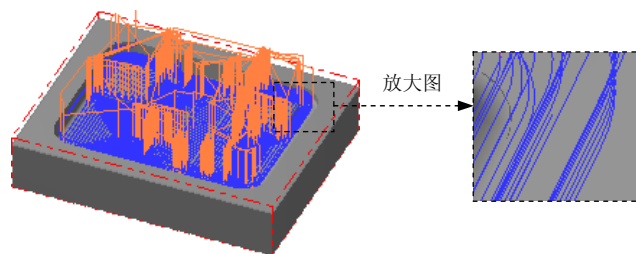

图 10.11 刀具路径
(1) 在“曲面残料粗加工”对话框的 **刀具路径参数** 选项卡的列表框中显示出 Step4 所选择的刀具，双击该刀具，系统弹出“定义刀具-机床群组-1”对话框。
(2) 设置刀具号码。在“定义刀具-机床群组-1”对话框中的 **刀具号码** 文本框中，将原有的数值改为 2。
(3) 设置刀具参数。单击“定义刀具-机床群组-1”对话框中的 **参数** 选项卡，在 **进给速率** 文本框中输入值 150.0，在 **下刀速率** 文本框中输入值 100.0，在 **提刀速率** 文本框中输入值 500.0，在 **主轴转速** 文本框中输入值 1500.0。
(4) 设置冷却方式。在 **参数** 选项卡中单击 **Coolant...** 按钮，在系统弹出的“Coolant...”对话框中的 **Flood** (切削液) 下拉列表中选择 **On** 选项。单击 按钮，关闭“Coolant...”对话框。
(5) 单击“定义刀具-机床群组-1”对话框中的 按钮，完成刀具参数的设置。
Step8. 单击“曲面残料粗加工”对话框中的 按钮，同时在图形区生成图 10.11 所示